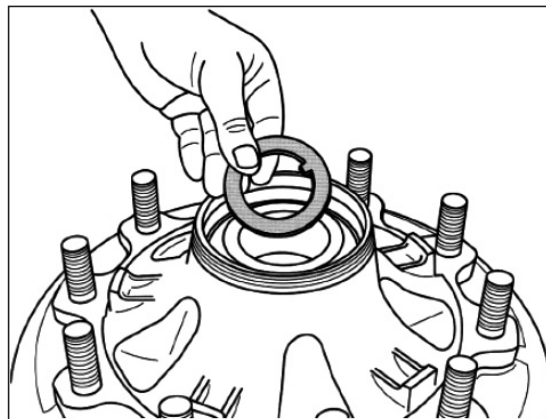

図 .5-1-2-11
12. スラストワッシャーの上にアクスルナットを置いてホイールハブの溝にCクリップを取り付ける。(図5-1-2-12)